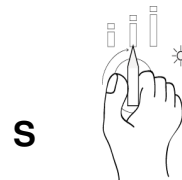

Abb. 30
- 4- Drehen Sie den Wähler in Position "S" und wählen Sie einen der verfügbaren Waschzyklen. (Abb. 30)